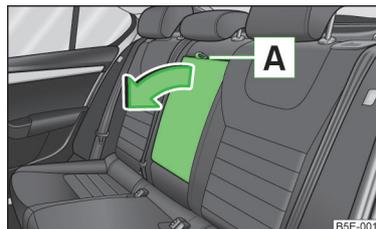

Fig. 53
- Tirez sur la boucle [A] » fig. 53 et rabattez l'accoudoir dans le sens de la flèche.